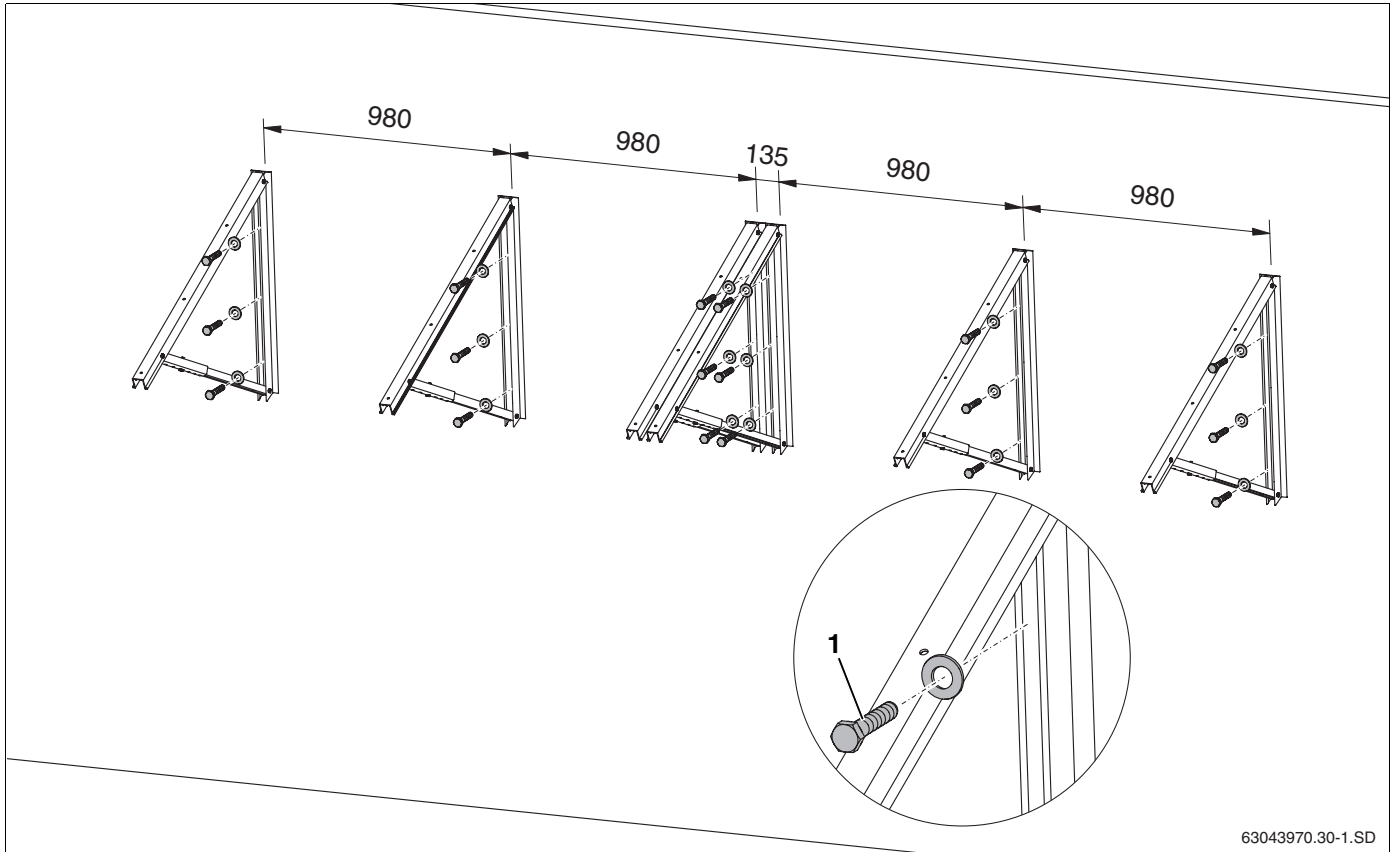

Fig. 30 Aducerea a două ștuțuri la fațadă pentru doi colectori (date în mm)
- Fixați pe fațadă fiecare ștuț unul lângă altul cu 3 șuruburi (vezi Tab. 9, Fig. 30, **Poz. 1**).